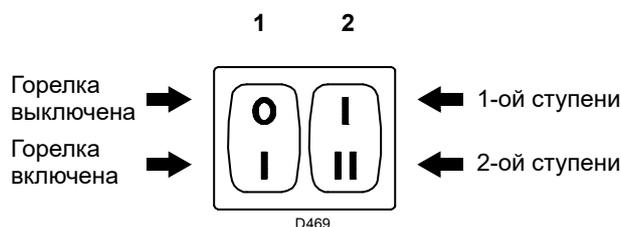
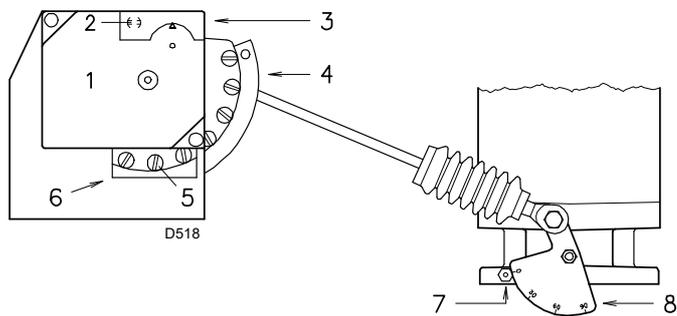
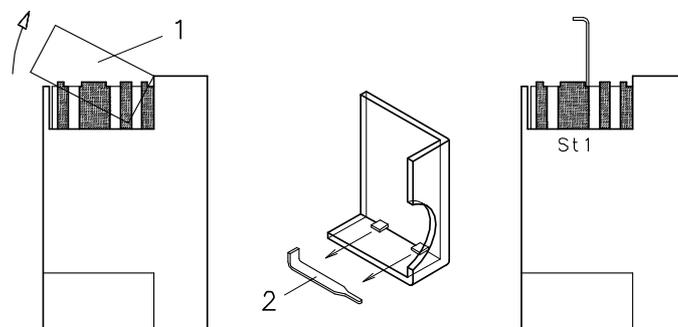

Рис. 28
Рис. 29
Рис. 30
- Выключатель 1) (Рис. 28) в положение **«ГОРЕЛКА ВКЛЮЧЕНА»**.
- Переключатель 2) (Рис. 28) в положение **«1 СТУПЕНЬ»**.
Согласно вышеописанной информации горелка включена и работает на 1-й ступени. Теперь следует переместить переключатель 2) (Рис. 28) в положение 2-й ступени: сервопривод откроет воздушную заслонку, а вместе с ней и дроссельный газовый клапан на 90°.
Постепенно измените конечный профиль кулачка 4) (Рис. 29) посредством винтов кулачка, которые появляются внутри отверстия 6) (Рис. 29).
Установите переключатель 2) (Рис. 28 на стр. 22) в положение 1-й ступени: сервопривод 1) (Рис. 29) закроет воздушную заслонку, а вместе с ней и дроссельный газовый клапан до 15°, то есть до угла, заданного на заводе.
- Если его нужно повысить, переключитесь на 2-ю ступень при помощи переключателя 2) (Рис. 28 на стр. 22) и немного увеличьте угол оранжевого кулачка небольшими последовательными перемещениями, то есть перейдите с угла 15° на 17°, 19° и т. д.
Серводвигатель следует за настройкой кулачка St1 только когда сокращается угол. Если же необходимо увеличить угол, перейдите на 2-ю ступень, увеличьте угол и вернитесь на 1-ю ступень для проверки результата настройки. Если увеличивается угол St1 при горелке, работающей на 1-й ступени, останавливается сама горелка. Для любой настройки кулачка St1 снимите крышку 1), вставленную до щелчка, как показано на Рис. 30, выньте специальный ключ 2), расположенный внутри, и вставьте его в прорезь кулачка St1.
Постепенно измените начальный профиль кулачка 4) (Рис. 29) посредством винтов кулачка, которые появляются внутри отверстия 6) (Рис. 29). По возможности не крутить первый винт: он окончательно закрывается воздушную заслонку.
Выключите горелку при помощи выключателя 1) (Рис. 28 на стр. 22), отсоедините кулачок изменяемого профиля, поместив в вертикальное положение прорезь 2) (Рис. 30) сервопривода, и посредством промежуточных винтов кулачка отрегулируйте его наклон так, чтобы он был плавным. Несколько раз поверните кулачок вручную вперед и назад, проверяя, чтобы его движение было плавным без заедания.